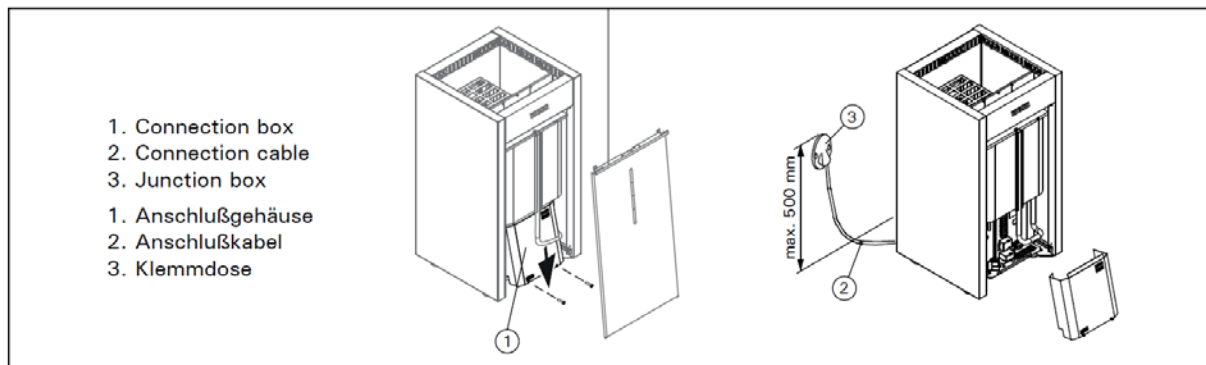

Abbildung 9. Anschluß des Saunaofens
- Der Saunaofen wird halbfest an die Klemmdose (Abb.9:3) an der Saunawand befestigt. Die Klemmdose muß spritzwasserfest sein und darf höchstens 500 mm über dem Fußboden angebracht werden.
- Als Anschlusskabel (Abb. 9:2) wird ein Gummikabel vom Typ H07RN-F oder ein entsprechendes Kabel verwendet. **ACHTUNG! PVC-isolierte Kabel dürfen wegen ihrer schlechten Hitzebeständigkeit nicht als Anschlusskabel des Saunaofens verwendet werden.**
Siehe Abb. 9.